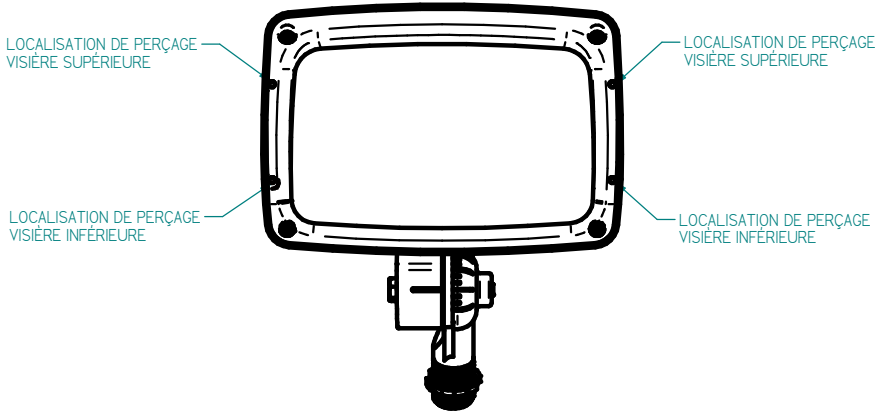
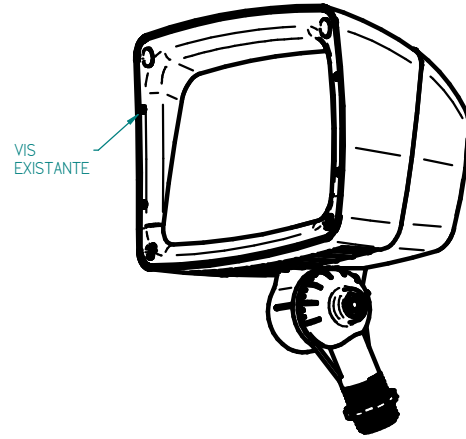

Fig. 2
Fig. 3
Installation de la visière (voir Fig. 2 et Fig. 3)
- À l'aide d'une perceuse et foret de 1/8 po (3 mm), percez les endroits indiqués à la figure 2.
- Monter la visière à l'aide de vis de mécanique no 4 de 3/8 po (9,5 mm) de longueur. Derrière la lentille de plastique se trouve des trous taraudés. Voir Fig. 3